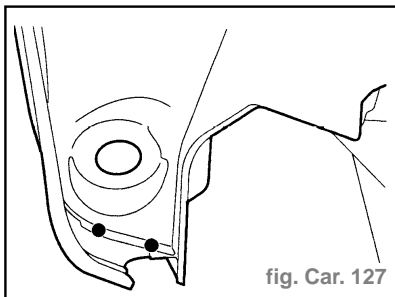

fig. Car. 127
- Souder par points électriques (avec l'équipement **BA1**) (fig. Car. 127).